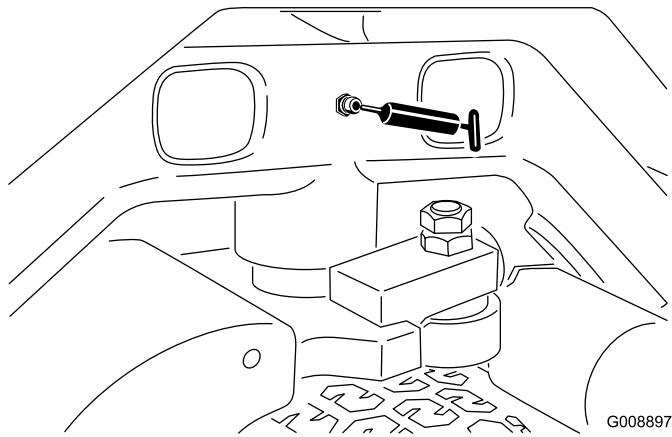

**Figure 49**
- Extrémités du vérin de SideWinder (2 ; modèle 03170 uniquement) (Figure 49)